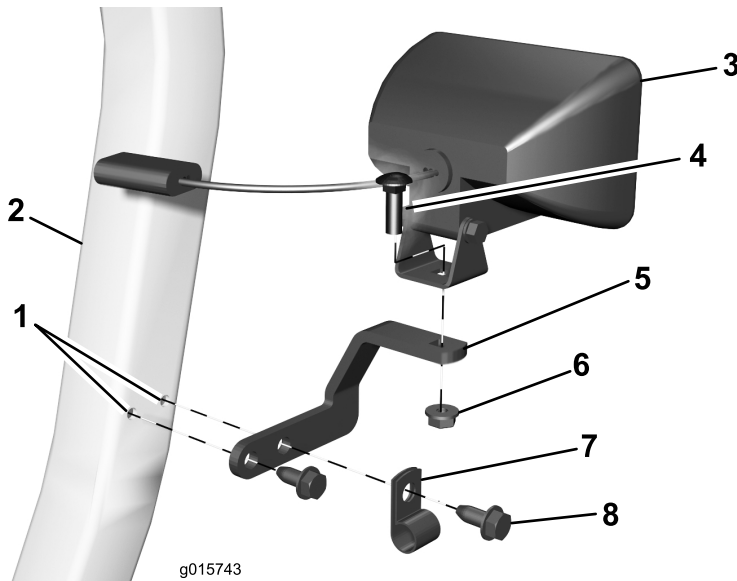

Bild 6
1. Befestigen Sie die Biegeplatte am Überrollschutz, wie in Bild 6 dargestellt. Verlegen Sie den Kabelbaum durch die R-Klemme und befestigen Sie die Biegeplatte dann mit einer R-Klemme und zwei Blechschauben.